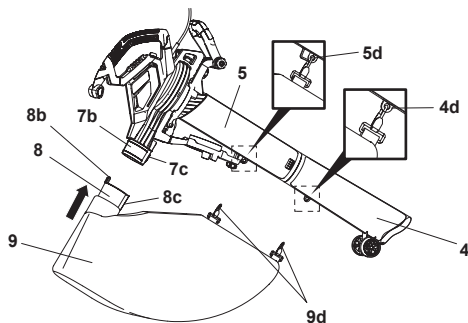

Fig. 6
- Alinee e inserte la pestaña (8b) del conector de la bolsa en el puerto de la bolsa recolectora (7b) e insértela hasta el tope. Asegúrese de que el botón de bloqueo (7c) encaje en el orificio de ubicación (8c) (Fig. 6).
- Coloque dos clips de sujeción (9d) en los ganchos de la bolsa (4d/5d) en el tubo de aspiración inferior (4) y en el tubo de aspiración superior (5).